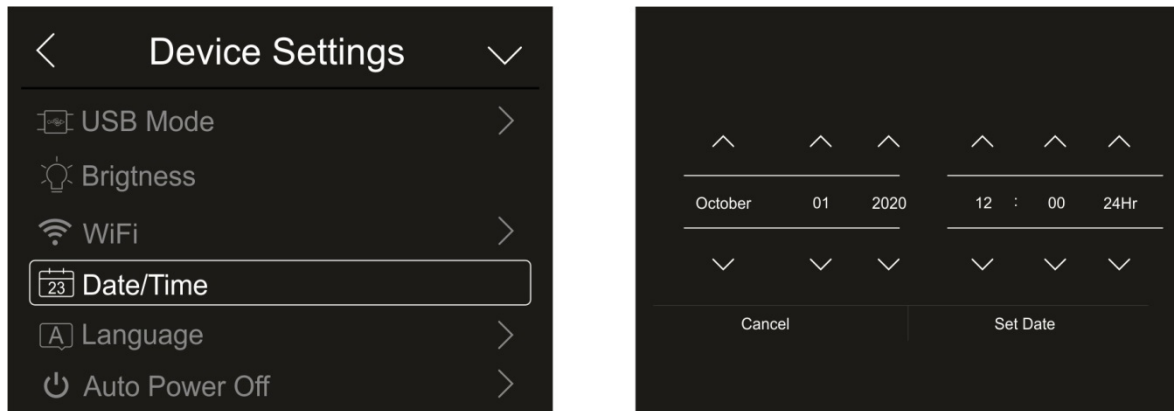

Abb. 16: Einstellung von Datum/Uhrzeit des Systems
1. Berühren Sie "Date/Time", um das Datum/die Uhrzeit des Systems einzustellen. Die Bildschirmseite in der Abb. 16 – rechte Seite erscheint im Display: